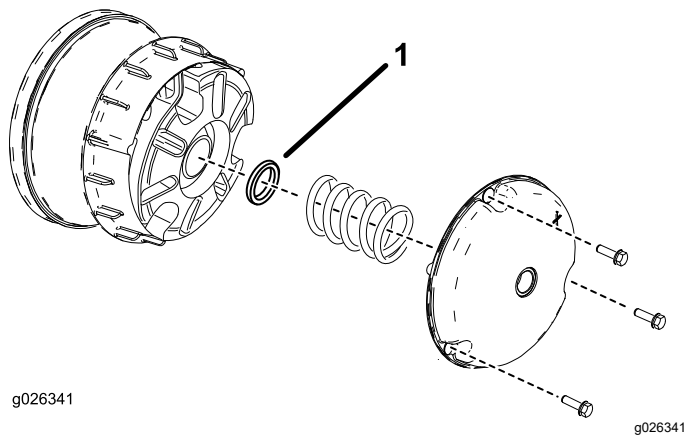

Figura 61
2. Scoateți uruburile care fixează capacul ambreiajului primar așa cum se arată în Figura 61.